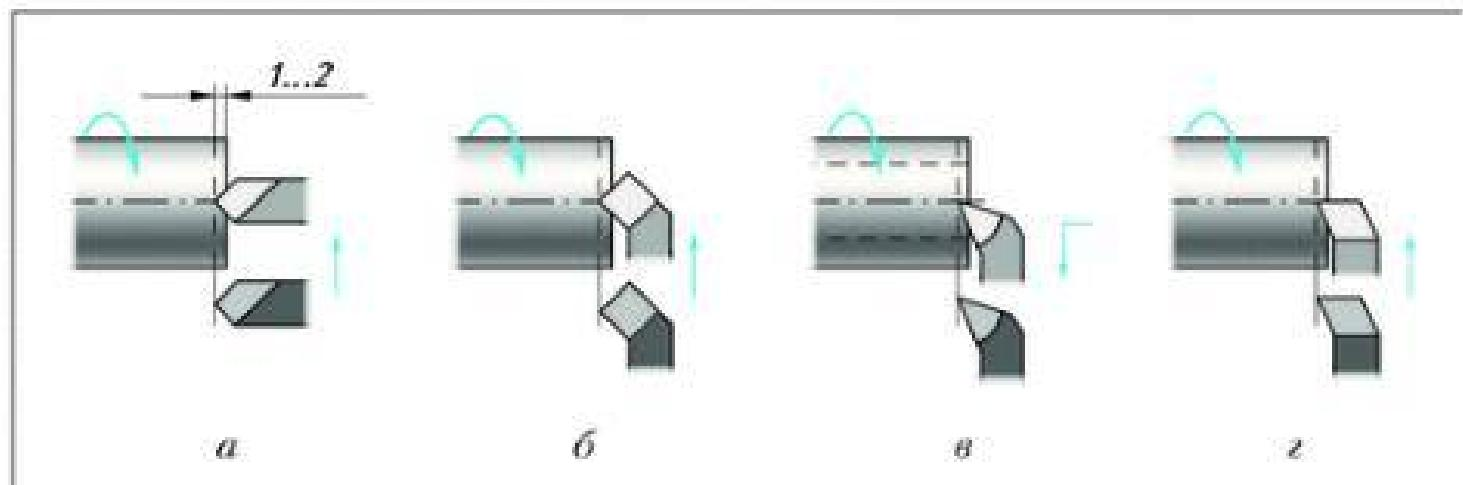

Рис. 54. Подрезание торцов резцами: *а–в* – проходными; *г* – подрезным
После обтачивания наружных цилиндрических поверхностей часто выполняют *подрезание торца* заготовки. Для этого применяют различные резцы. При подрезании торца проходными резцами (рис. 54, *a–в*) или подрезным резцом (рис. 54, *г*) его подводят до соприкосновения с торцом. Затем резец отводят на себя и перемещают каретку на 1...2 мм влево (т. е. устанавливают глубину резания 1...2 мм). Поперечным перемещением резца снимают с торца слой металла. Переместить каретку на 1...2 мм или любую другую величину можно с помощью лимба продольной подачи. Цена деления этого лимба $l_{\text{пр}} = 0,5 \text{ мм}$, поэтому количество делений, на которое требуется повернуть лимб, определяют по формуле: $a_{\text{пр}} = l : l_{\text{пр}}$, где l – необходимая длина перемещения каретки. Если на торце детали есть отверстие, то подрезку торца можно проводить от центра детали при подаче резца на себя (см. рис. 54, *в*).
2. Включите станок и подрежьте торец заготовки (см. рис. 54) с помощью поперечной подачи резца. Выключите станок, снимите деталь, закрепите её в тисках и зачистите получившийся в центре торца уступ. Проверьте прямолинейность торца, приложив к нему линейку.